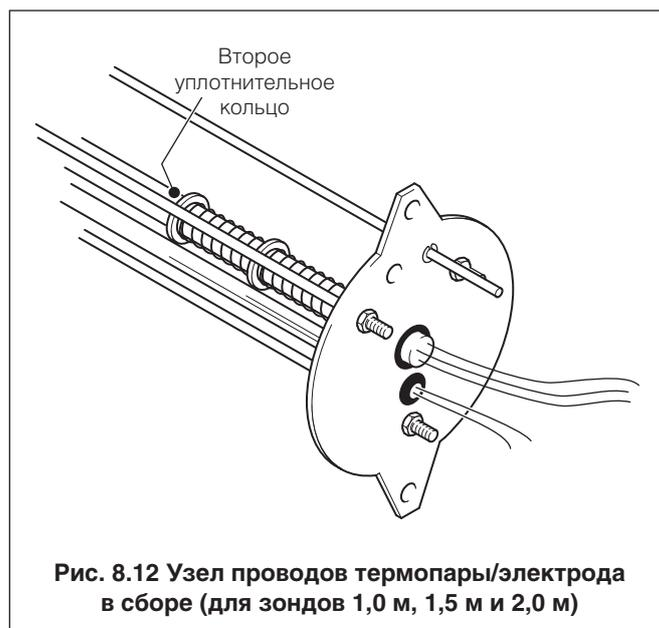

Рис. 8.12 Узел проводов термопары/электрода в сборе (для зондов 1,0 м, 1,5 м и 2,0 м)
8.12 Установка узла проводов термопары/электрода (для зондов 1,0 м, 1,5 м и 2,0 м) – Рис. 8.12
Для проверки правильности сборки узла см. Рис. 8.12.